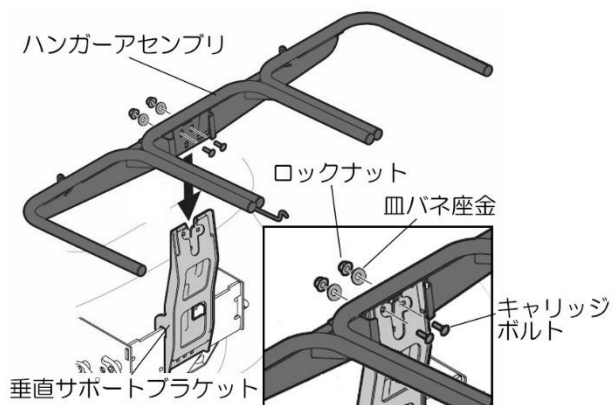

図6
1. ハンガーアセンブリを垂直サポートブラケットに差し込んで固定します。図6を参照してください。下記の部品でしっかりと締め付けてください。